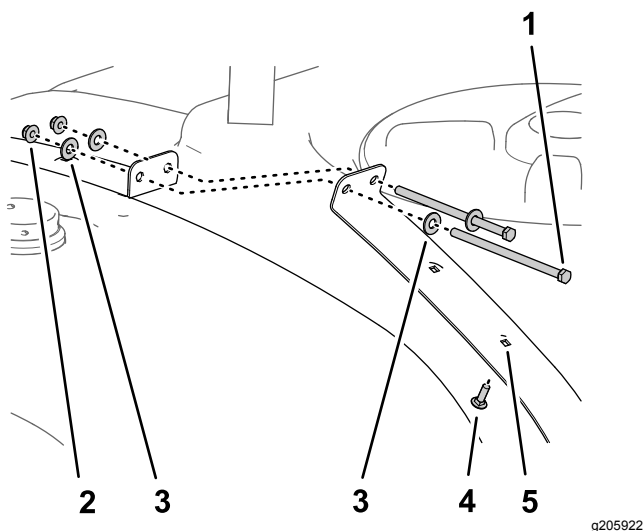

図 28
1. 液剤タンクの前側固定ベルトを固定しているボルト 3/8 x 7 インチ 2本、ワッシャ 3/8 インチ 4枚、ロックナット 3/8 インチ 2個を取り外す 図 28。
2. 図 28 に示すように、キャリッジボルト (5/16 x 1 インチ) を固定ベルトの 2 番目の穴に入れる。
3. 前側の固定ベルトを組み合わせるステップ 1 で外したボルト 2 本、ワッシャ 4 枚、ロックナット 2 個を使用し、ボルト・ナットは手締めする 図 28。